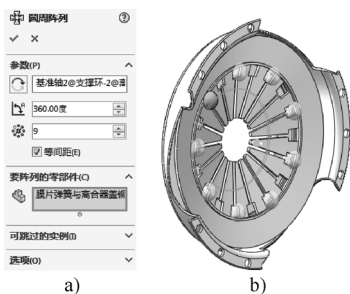

图 6-57 阵列铆钉操作
STEP 12 单击“装配”工具栏中的“圆周零部件阵列”按钮, 打开“圆周阵列”属性管理器，选择离合器盖内表面中心线为圆周阵列轴，进行阵列操作，如图 6-57 所示，完成离合器盖的装配操作，然后将此装配体保存即可。